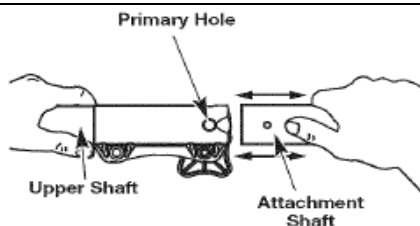

Рис. 3
2. Прочно удерживая косу или другое навесное оборудование, вставьте его в универсальную муфту. Кнопка фиксатора должна защелкнуться в основном отверстии (Рис. 3).
3. Придерживая косу или другое навесное оборудование, извлеките его из универсальной муфты (Рис. 3).